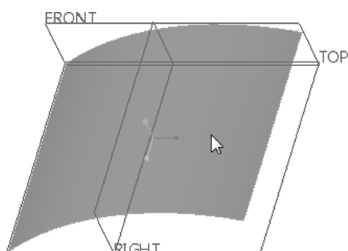

图 5-140 选择曲面
- 2) 选择图 5-140 所示的拉伸曲面，在功能区的“模型”选项卡的“编辑”组中单击 （偏移）按钮，打开“偏移”选项卡。